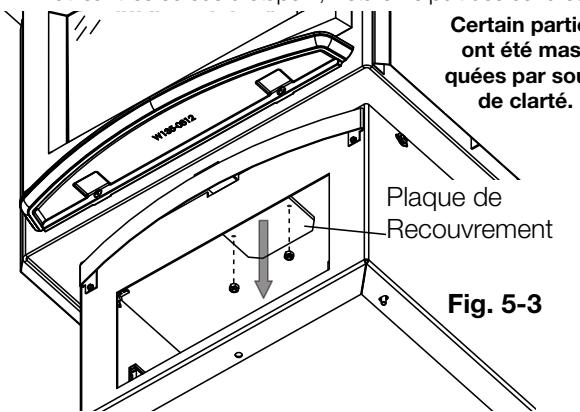

Fig. 5-3
- Du bas de l'appareil, retirez les écrous servant à fixer la plaque de recouvrement d'ouverture de cendres (**Fig. 5-3**). Jetez la plaque de recouvrement.